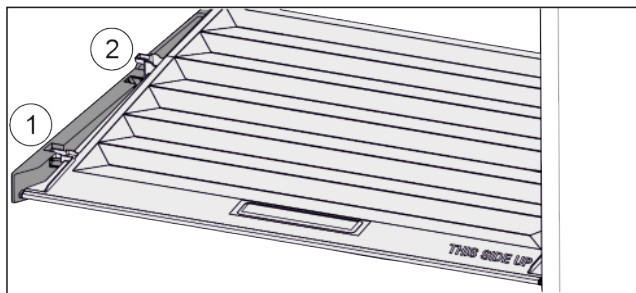

Fig. 31
- ▶ Pokrywę pociągnąć do przodu Fig. 31 (1), aż otworzy się w elementach trzymających.
- ▶ Podnieść tył od dołu i wyciąć Fig. 31 (2) go do góry.